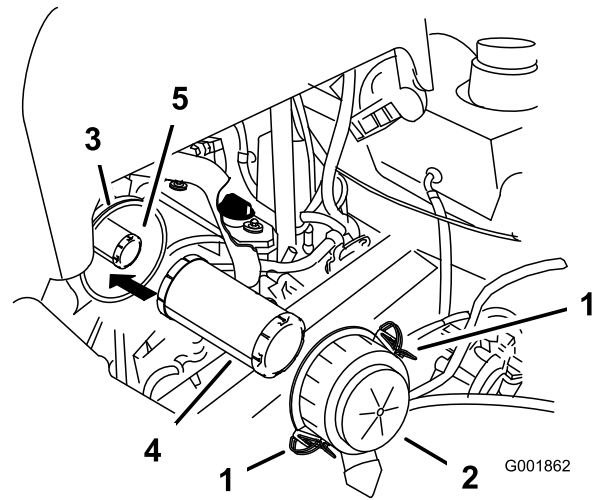

Figura 43
1. No limpie el filtro de papel, cámbielo (Figura 43).
4. Abra los cierres del limpiador de aire y tire de la tapa del limpiador de aire para separarla de la carcasa del limpiador de aire (Figura 43).
6. Extraiga con cuidado el filtro primario del cuerpo del limpiador de aire (Figura 43). Evite golpear el filtro contra el lado de la carcasa.
- Si va a cambiar el filtro de seguridad, deslícelo cuidadosamente en el cuerpo del filtro (Figura 43).
- Deslice cuidadosamente el filtro primario por encima del filtro de seguridad (Figura 43). Asegúrese de que está bien asentado empujando sobre el borde exterior del filtro mientras lo instala.
- Instale la tapa del limpiador de aire con el lado que lleva la palabra UP hacia arriba, y fije los cierres (Figura 43).